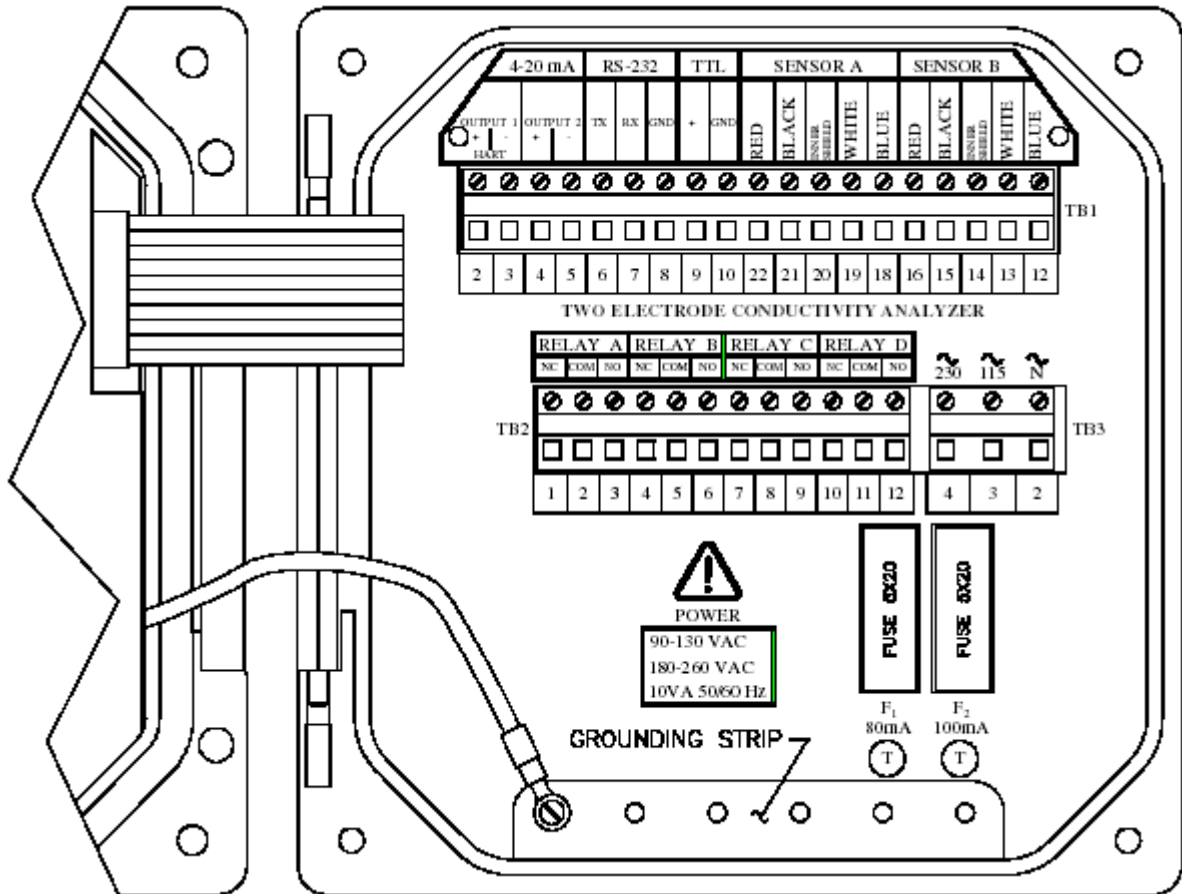

图 2-3 序列号前缀为“B”的测定仪的接线端标识
要操作电气连接的接线端，请拧下四个紧固螺钉，打开左侧外壳门。图 2-3 和图 2-3 显示了接线端的排列及它们所被指定的作用。
- 对于序列号前缀为“ B ”的测定仪 , 连接到箱体底部的接地带 ( 5 个开孔 , 如图 2-3 所示 )。